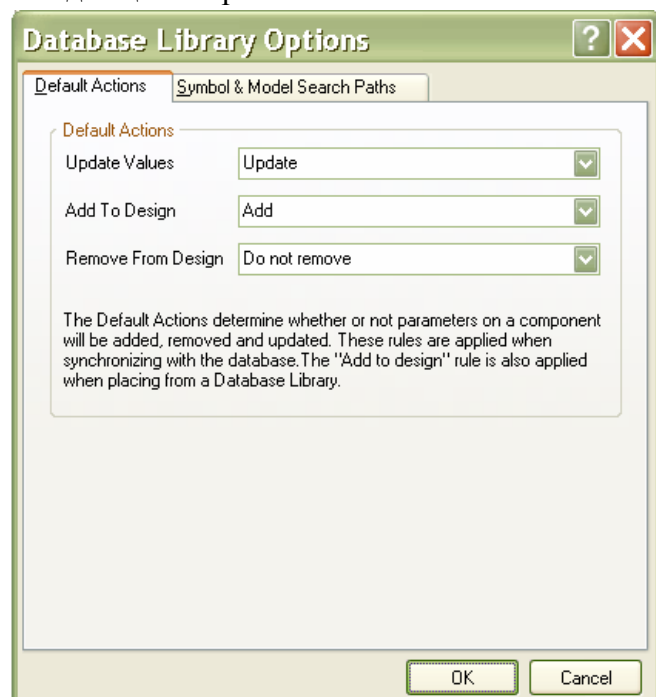

Рис. 13. Установленные по умолчанию опции параметра обновления
• Установка Default вызывает опцию обновления, за которой следует соответствующее определение по умолчанию, как оно описано на вкладке **Default Action** (Рис. 13) диалога Database Library Option (**Tools>Option**). Этот диалог может также быть доступен нажатием по кнопке **Option** из под ПК в области **Field Setting** в главном окне.